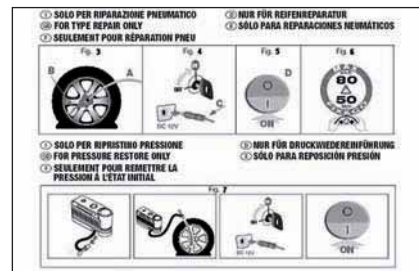

fig. 15
- pieghevole informativo **fig. 15**, utilizzato per un pronto uso corretto del kit di riparazione rapida e successivamente da consegnare al personale che dovrà maneggiare il pneumatico trattato con il kit di riparazione pneumatici;